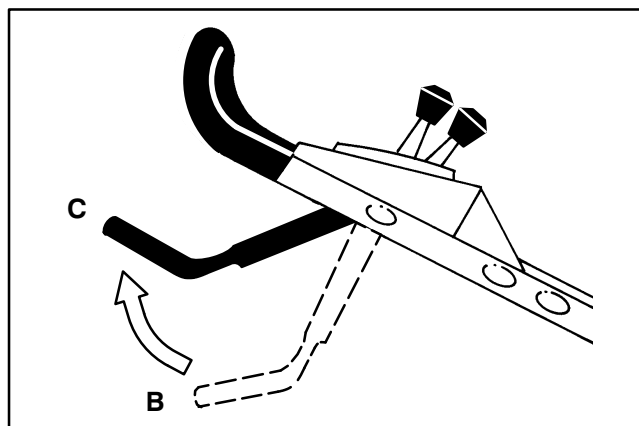

Figure 19
8. Relever la barre de commande en position intermédiaire (à environ 12 cm du mancheron) (Fig. 19, position C).
**Remarque:** La position intermédiaire (C) n'est pas une position "naturelle" d'actionnement de la barre de commande, mais elle permet une détection précoce d'un grippage de l'embrayage du frein de lame susceptible d'affecter plus tard la sécurité du fonctionnement de la tondeuse.
9. Lâcher la barre de commande (fig. 19, position B).